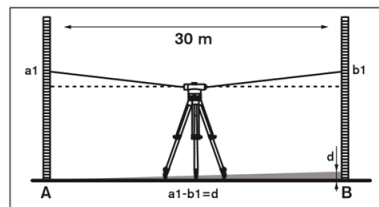

图10
1. 检查时必须找一段30米长的测量距离。把仪器放置在中间位置，在测量的两端分别放置在水准尺A和水准尺B(图10)